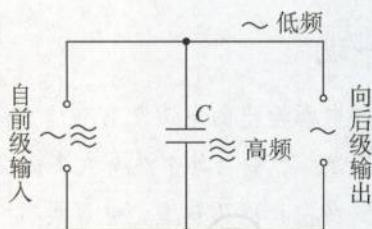

图 5.3-8 高频旁路电容器
- 在电子技术中，从某一装置输出的交流常常既有高频成分，又有低频成分。如果只需要把低频成分输送到下一级装置，可以在下一级电路的输入端并联一个电容器（图 5.3-8）。这样，进入下一级的高频成分就很少了。这种电容器叫做高频旁路电容器。说一说，这个电容器怎样起到高频旁路的作用。